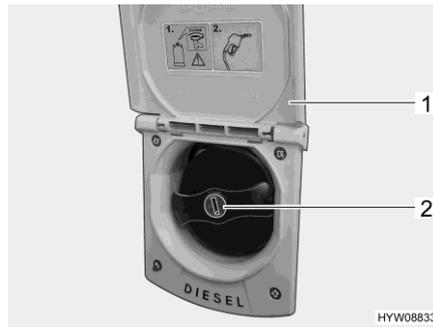

Fig. 41 Tubo de llenado de combustible
- Girar la trampa (Fig. 41,1) hacia arriba.
- Introducir la llave en el cilindro de cierre (Fig. 41,2) y girar en sentido contrario a las agujas del reloj.